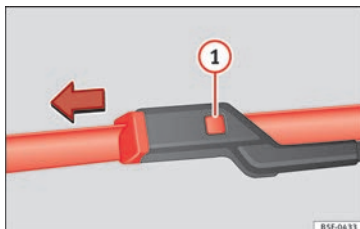

Fig. 79 Sostituzione delle spazzole dei tergicristalli.
- Mantenere premuto il tasto di sblocco » **fig. 79 1** tirando leggermente la spazzola nel senso della freccia.